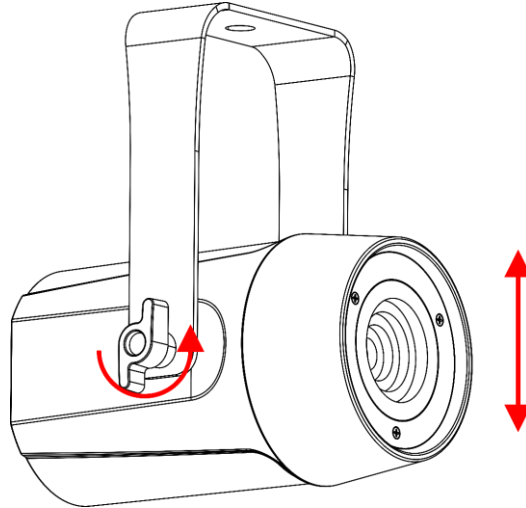

Fig. 06
- 01) Draai de 2 **stelschroeven (02)** tegen de klok in om ze los te maken.
- 02) Kantel het apparaat in de gewenste hoek (zie Fig. 06).
- 03) Draai de 2 **stelschroeven (02)** met de klok mee om ze vast te draaien. Zorg ervoor dat het apparaat niet vrij kan bewegen nadat de 2 **stelschroeven (02)** zijn vastgedraaid.